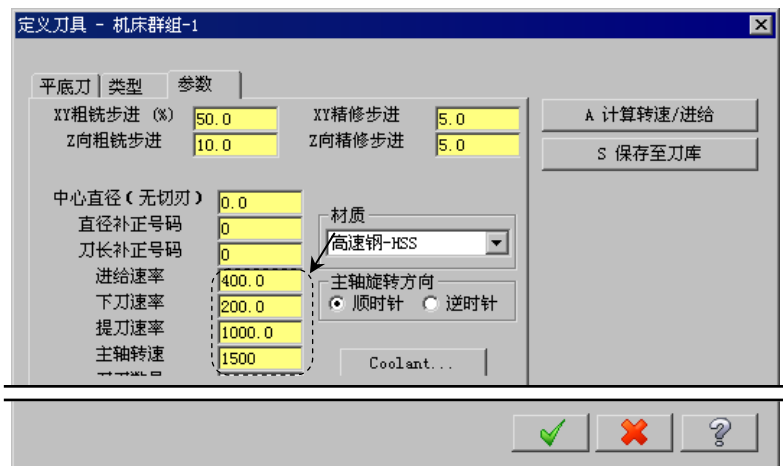

图 1.17 “参数”选项卡
(1) 完成上步操作后,在“2D 刀具路径-外形铣削”对话框的刀具列表框中显示出 Step6 所选取的刀具,双击该刀具,系统弹出“定义刀具-机床群组-1”对话框。
(2) 设置刀具号码。在“定义刀具-机床群组-1”对话框中的 **刀具号码** 文本框中,将原有的数值改为 2。
(3) 设置刀具的加工参数。单击“定义刀具-机床群组-1”对话框中的 **参数** 选项卡,设置图 1.17 所示的参数。
(4) 设置冷却方式。在 **参数** 选项卡中单击 **Coolant...** 按钮,系统弹出“Coolant...”对话框,在 **Flood** (切削液) 下拉列表中选择 **On** 选项。单击该对话框中的 **✓** 按钮,系统返回至“定义刀具-机床群组-1”对话框。